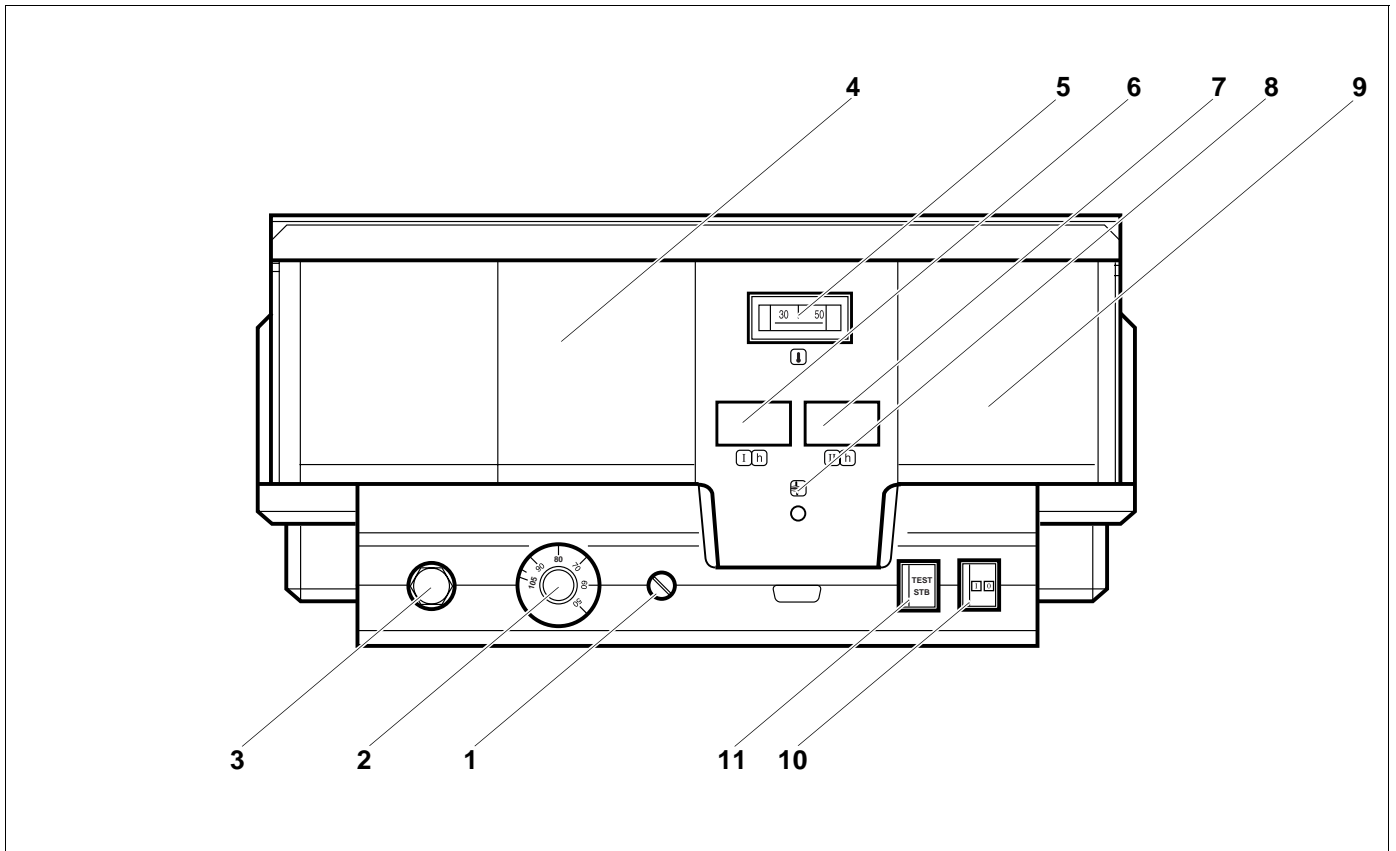
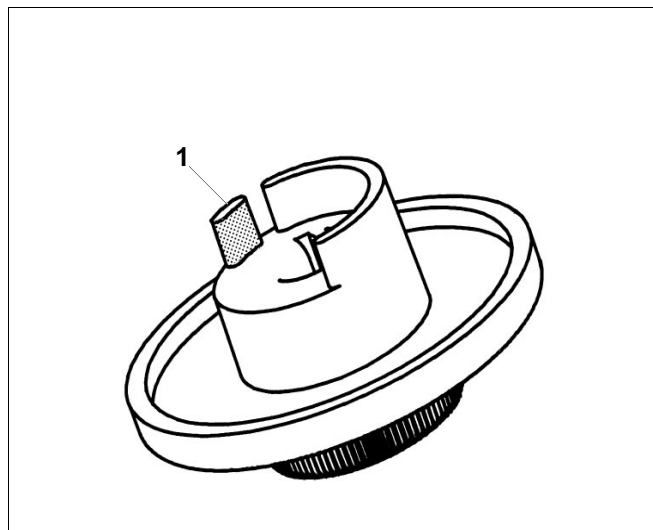

Abb. 1 Bedienelemente Regelgerät Logamatic 4212
Abb. 5 Einstellknopf
Legende für Abb. 1
Ist der Kessel mit einem Kesselbetriebsmodul ZM 427 oder externer Regelung ausgerüstet, muss der Kesselwasser-Temperaturregler (Abb. 1, **Pos. 2**) auf mindestens 80 °C eingestellt werden.
Der Kesselwasser-Temperaturregler (Abb. 1, **Pos. 2**) ist ein Zweibahnen-Temperaturregler für den 2-stufigen Brennerbetrieb.
Leuchtet die Anzeige Brennerstörung (Abb. 1, **Pos. 8**), verständigen Sie zur Störungsbehebung Ihre Heizungs-firma.
Die Taste STB (Abb. 1, **Pos. 11**) ist für die Prüfung des Sicherheitstemperaturbegrenzers (Abb. 1, **Pos. 3**) durch die Heizungsfirma.
- Taste STB (Abb. 1, **Pos. 11**) drücken und gedrückt halten bis STB (Abb. 1, **Pos. 3**) ausgelöst wird.
- Zur Entriegelung des Sicherheitstemperaturbegrenzers (Abb. 1, **Pos. 3**) muss die Hutmutter am STB abgedreht und der darunter liegende Entstörknopf eingedrückt werden.
- Einstellknopf (Abb. 5) vom Kesselwasser-Temperaturregler (Abb. 1, **Pos. 2**) abziehen.
- Anschlagnocken (Abb. 5, **Pos. 1**) abbrechen.
- Einstellknopf wieder auf Kesselwasser-Temperaturregler (Abb. 1, **Pos. 2**) aufstecken.